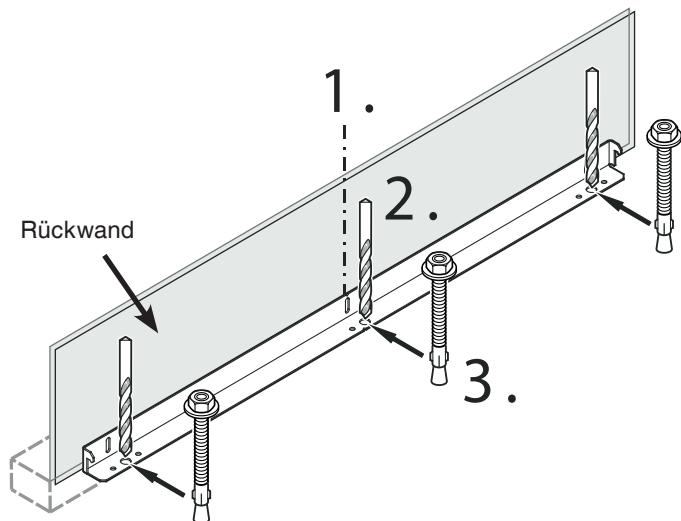

Abbildung 4
Montage der Kippsicherung bei Betonböden - Abbildung 4 - 5
2. Mit einem Hartmetallbohrer 10 mm Löcher an den in **Abbildung 4** gezeigten Stellen bohren.